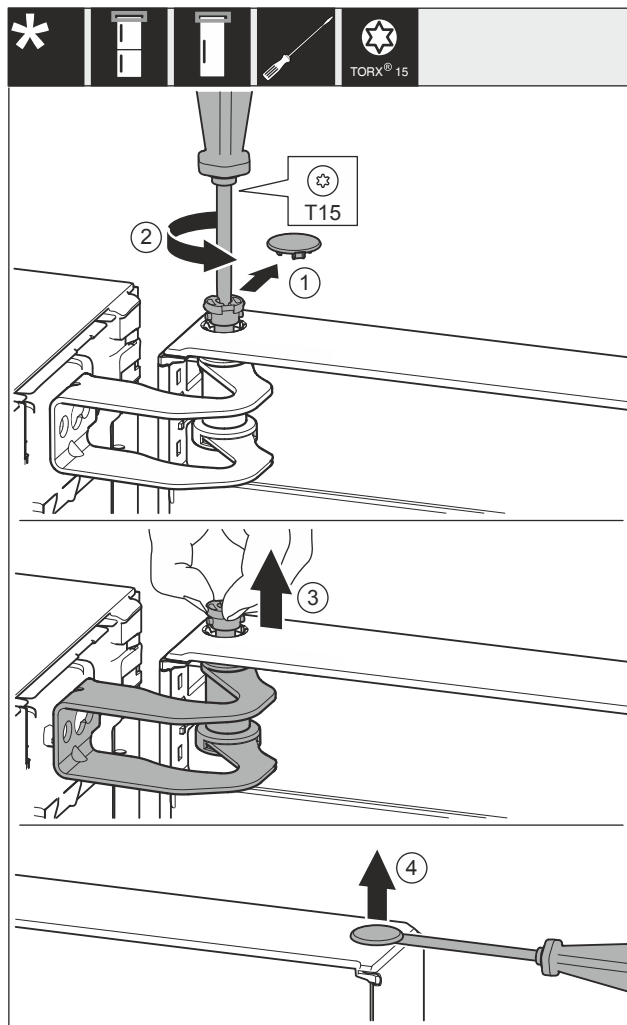

Fig. 10
- ▶ Abdeckung Fig. 10 (1) vorsichtig entfernen.
- ▶ Bolzen Fig. 10 (2) mit Schraubendreher ein Stück herausdrehen.
- ▶ Bolzen Fig. 10 (3) mit den Fingern herausziehen.
- ▶ Abdeckung Fig. 10 (4) vorsichtig mit einem Schraubendreher anheben und entfernen.